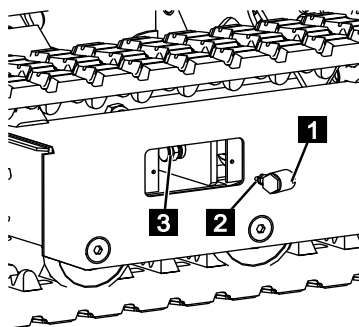

Fig. 164
4. Pousser l'accouplement coulissant (Fig.164/1) avec le graisseur (Fig.164/2) en premier sur le vérin (Fig.164/3).